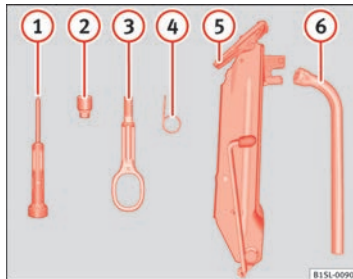

Abb. 137 Bestandteile des Bordwerkzeugs.
**Bestandteile des Bordwerkzeugs** ⇒ Abb. 137
- ① Schraubendreher mit Innensechskant im Griff zum Heraus- oder Hineindreihen der gelockerten Radschrauben. Die Schraubendreherklinge ist umsteckbar. Der Schraubendreher befindet sich ggf. unter dem Radschlüssel.
- ② Adapter für die Anti-Diebstahl-Radschraube. SEAT empfiehlt, den Adapter für die Radschrauben immer im Fahrzeug beim Bordwerkzeug mitzuführen. Auf der Stirnseite des Adapters ist die **Codenummer** der Radschraubensicherung eingepreßt. Anhand dieser Nummer kann bei Verlust ein Ersatzadapter beschafft werden. Codenummer der Radschraubensicherung notieren und getrennt vom Fahrzeug aufbewahren.
- ③ Einschraubbare Abschleppöse.
- ④ Drahtbügel zum Abziehen der Radmittenabdeckungen, Radvollblenden oder der Abdeckungen für die Radschrauben.
- ⑤ Wagenheber. Bevor der Wagenheber wieder in die Werkzeugbox zurückgelegt wird, Wagenheberklaue ganz zurückdrehen. Anschließend muss die Kurbel gegen die Wagenheberseite verspannt werden, um den Wagenheber sicher verstauen zu können.
- ⑥ Radschlüssel.